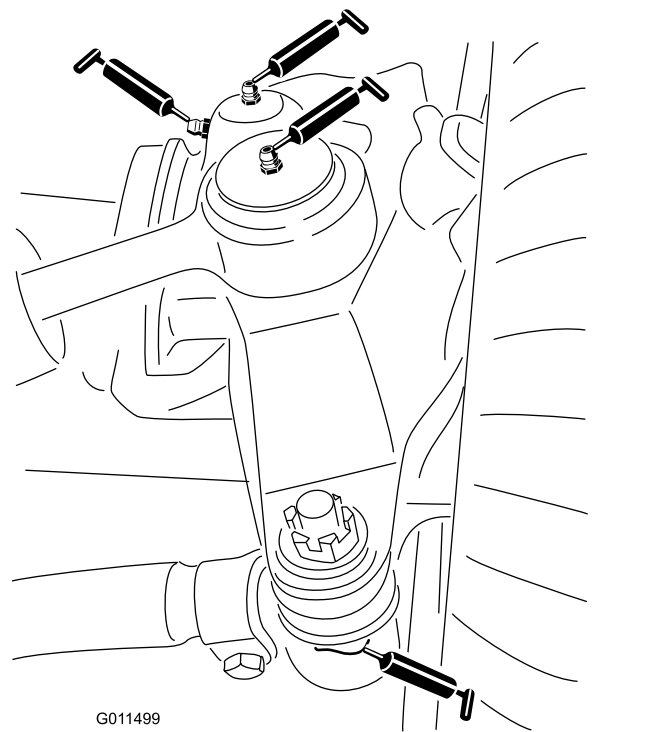

図 79
- ステアリングシリンダのボールジョイント 2ヶ所 図 79
- タイロッドのボールジョイント2ヶ所 図 79
- キングピンのブッシュ2ヶ所 図 79